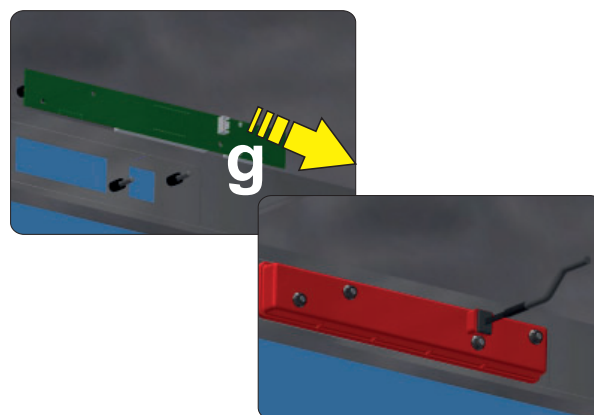

рис. 24
- Замените печатную плату Замените пластиковую крышку соответствующей прокладкой, убедившись в том, что она полностью прилегает к поверхности панели (положение **g** - см. **рис. 24**).